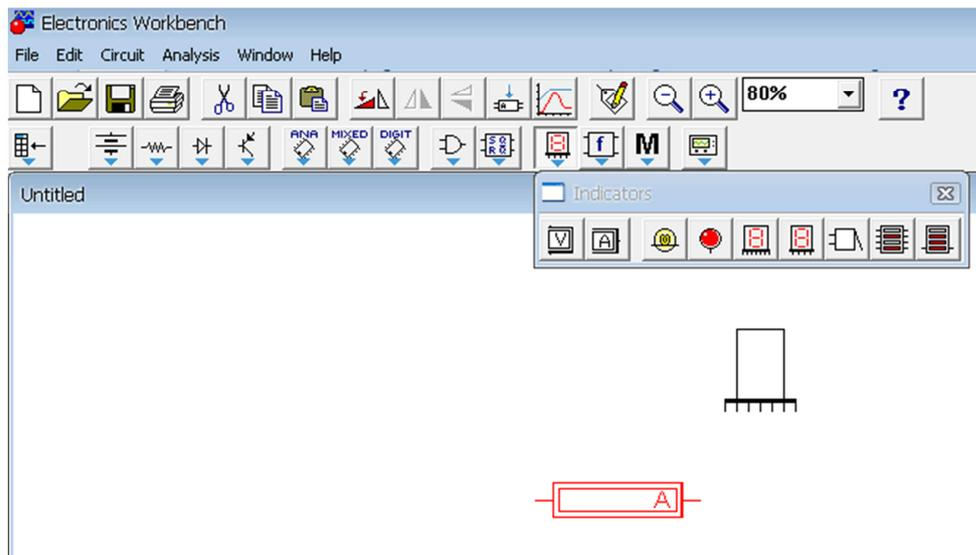

Figure 5
5. Pour prendre les indicateurs, cliquer puis déplacer (**Figure 5**).